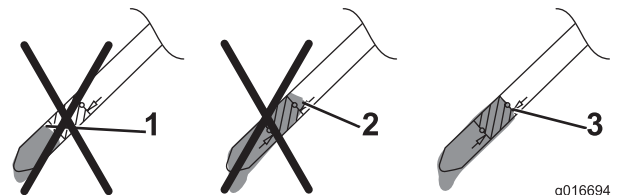

Figure 34
12. Observez le niveau d'huile indiqué par la jauge (Figure 34).
- Si le niveau n'atteint est trop bas, versez **lentement** une petite quantité d'huile dans le goulot de remplissage, attendez 3 minutes puis répétez les opérations 10 à 12 jusqu'à ce que le niveau d'huile soit correct, comme montré à la Figure 34.